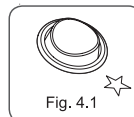

Fig. 4.1
1. Acione a faísca mantendo pressionado o botão (fig. 4.1);